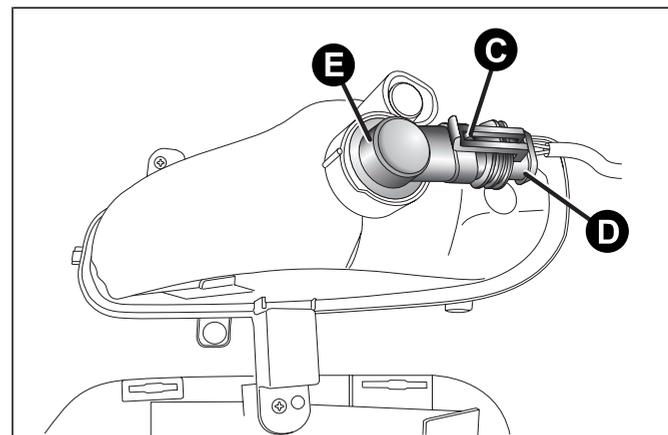

fig. 130
- agir sur l'agrafe C fig. 130 et débrancher le connecteur électrique D ;